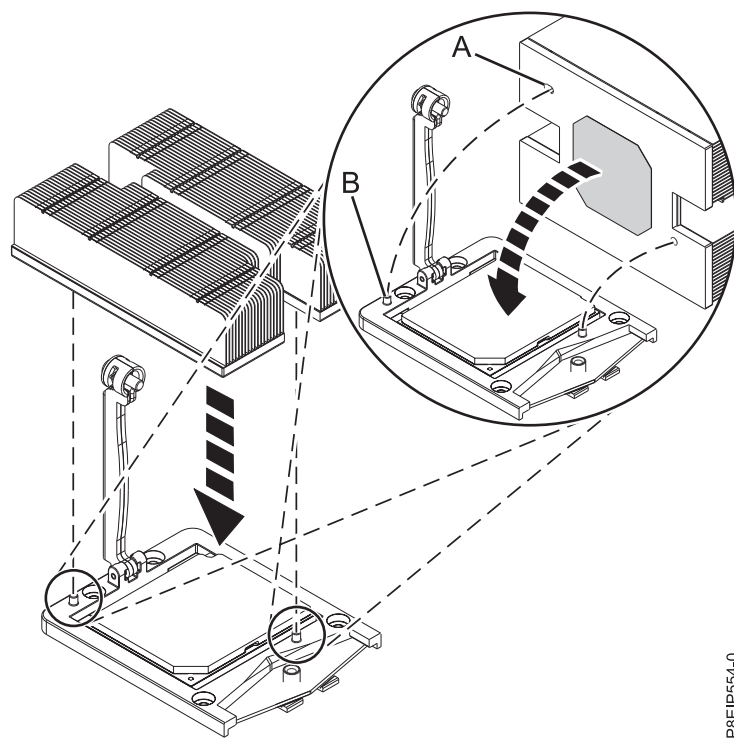

Figura 55. Instalación del disipador térmico
10. Mueva el disipador térmico del procesador al procesador. Baje con cuidado el disipador térmico sobre el módulo del procesador del sistema, asegurándose de que los orificios **(A)** del disipador térmico se alineen con los dos pivotes de guía **(B)** del receptáculo, como se muestra en la Figura 55.